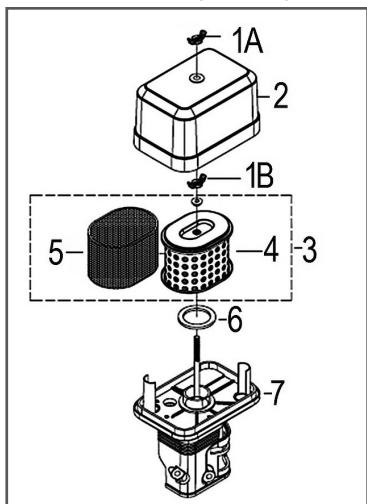

Рис. 20 Обслуживание воздушного фильтра
1. Открутите барашковую гайку 1A и снимите крышку 2 воздушного фильтра (Рис. 20).
2. Открутите барашковую гайку 1B и извлеките из корпуса воздушный фильтр 3 в сборе (Рис. 20).
3. Проверьте целостность и чистоту фильтрующих элементов. Поролоновый (предварительный) фильтрующий элемент 5 установлен на корпусе бумажного фильтрующего элемента 4 (Рис. 20).
4. При незначительном загрязнении промойте поролоновый фильтрующий элемент 5 (Рис. 20) теплым мыльным раствором и просушите. Поврежденный или сильно загрязненный поролоновый фильтрующий элемент замените.
5. Произведите очистку крышки 2 и корпуса 7 воздушного фильтра (Рис. 20), не допуская попадания пыли и грязи в воздуховод, ведущий к карбюратору.
7. Перед установкой воздушного фильтра убедитесь, что уплотнительное кольцо 6 воздушного фильтра находится на месте и не имеет повреждений (Рис. 20).